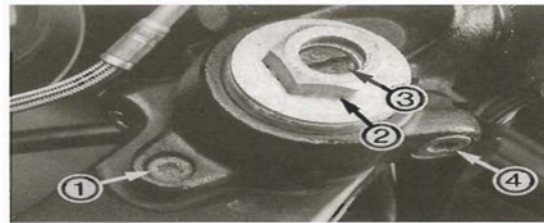

Bild 52
- Federvorspannung der neueren Ausführung (ab 1987) nach Aushebeln der Gummistopfen oben an Gabel an Schlitzschraube ③ Bild 52 einstellen:
- Klemmschraube ④ Bild 52 lockern.
- Obere Gabelverschlussschraube ② Bild 52 ausdrehen (Schraube steht unter Federdruck).